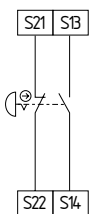

Fig. 5
**Circuito per arresto di emergenza a due canali con dispositivi di comando secondo DIN EN ISO 13850 (EN 418) e EN 60947-5-5 (vedere Fig. 5)**